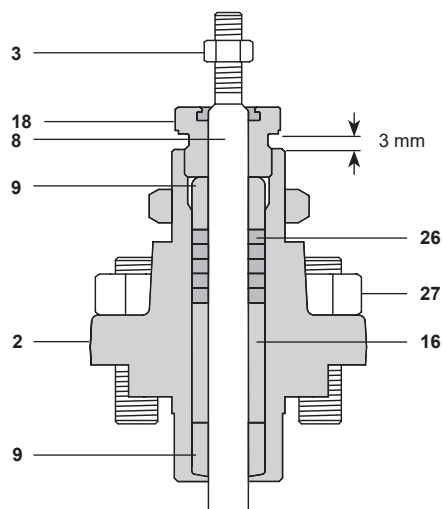

Abb. 10
4.5 Austausch der Graphit-Stopfbuchspackung (Siehe Abbildung 10)
- Kontermutter entfernen (3) und Stopfbuchsenmutter (18) lösen.
- Kegel und Kegelstange entfernen (8)
- Stopfbuchsenmutter entfernen (18)
- **Standard-Oberteil (Abb. 10)**